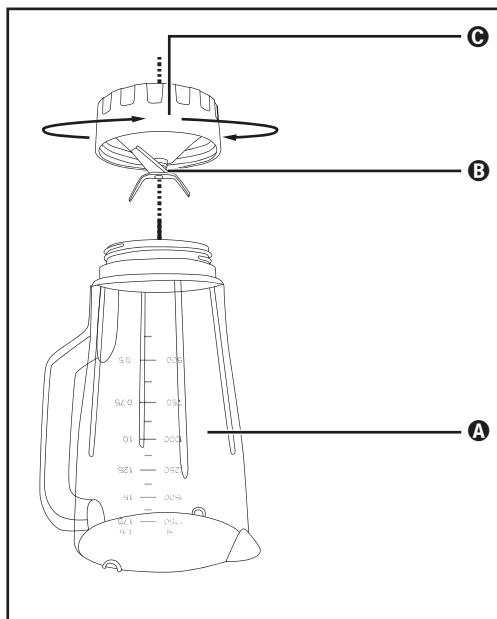

Bild 3
- 2) Vänd på produkten och vrid den undre plastdelen ③ på mixerbehållaren ③ motsols så att den kan tas loss från mixerbehållarens ③ överdel Ⓐ (se bild 3).